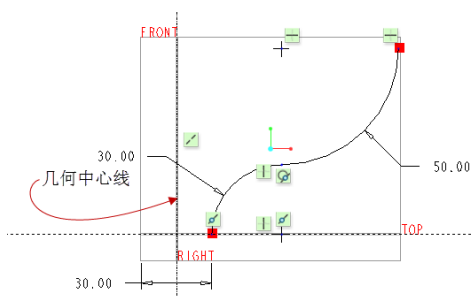
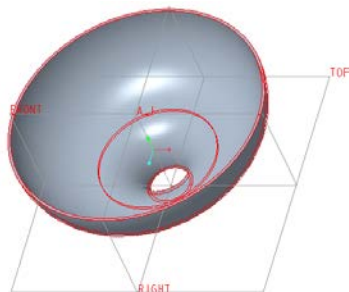

图 1-49 绘制一条几何中心线和旋转截面线
图 1-50 完成创建的旋转壁
(3) 在“旋转”选项卡中单击“放置”选项以打开“放置”面板，单击“定义”按钮，弹出“草绘”对话框，选择 FRONT 基准平面作为草绘平面，默认以 RIGHT 基准平面为“右”方向参考，单击“草绘”按钮，进入草绘模式。
(4) 在功能区“草绘”选项卡的“基准”组中单击 （中心线）按钮，先在绘图区域中绘制一条竖直的几何中心线，接着在“草绘”组中单击 （3 点/相切端弧）按钮，绘制图 1-49 所示的旋转截面线，单击 （确定）按钮。
(5) 默认以草绘中的几何中心线作为旋转轴，旋转角度为 360° ，在 （壁厚）尺寸框中输入壁厚值为“2”。
(6) 在“旋转”选项卡中单击 （完成）按钮，完成创建的旋转壁如图 1-50 所示。